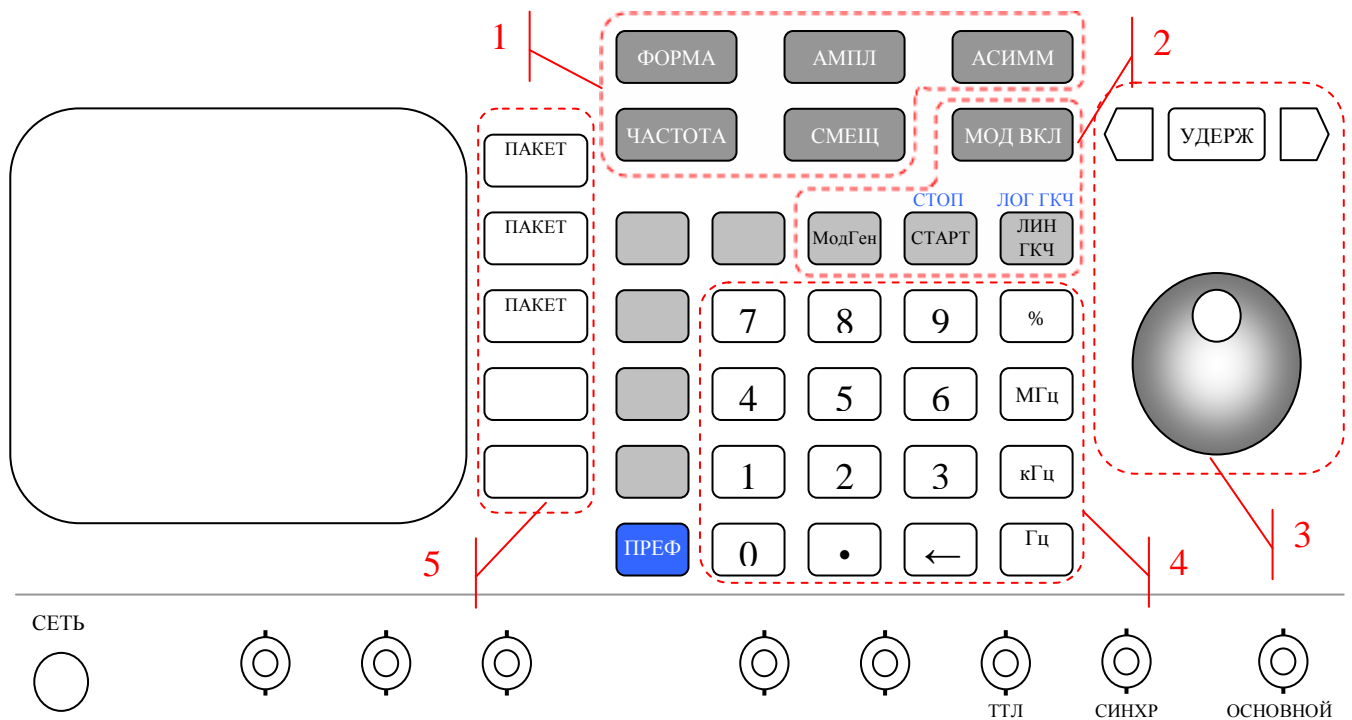

Рис. 2.1 – Изображение генератора и условно-графическое представление его лицевой панели.
На рис.2.1 представлена лицевая панель генератора.
3.1. Раздел вертикальное отклонение «**ВЕРТИК**» (рис. 2.1) позволяет: